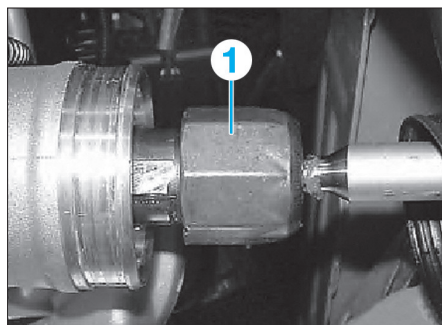

Fig. 15
- A l'aide d'un outil de modèle courant (38 mm), déposer l'articulation (1) sur la crémaillère du boîtier de direction (Fig.15).